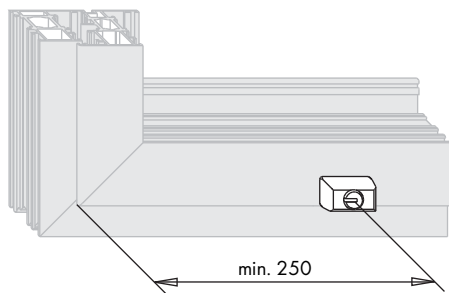
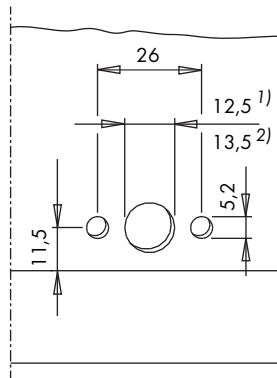
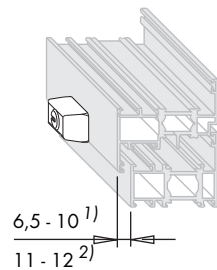

Bild 1
Bild 2 (Bohrbild Dreh Sperre LM)
Bild 3
- Flügel** Dreh Sperre LM (1) in vorgesehene Bohrung $\varnothing 12,5^{1)}$ ($\varnothing 13,5^{2)}$ (Bild 1) positionieren und mit Zylinderschrauben (2) befestigen (Drehmoment $2,5 \pm 0,25$ Nm).
- A** Schließteil (3) mit vormontierten Gewindestiften (mittig zur Dreh Sperre LM (3) im Rahmen befestigen.
- B** Bei einer Überschlaghöhe von 6,5 bis 7,5 mm Distanzstück (4) von unten in die vorgesehene Nut des Schließteiles (3) einlegen.
Vorbereitung: boren voor de draaiblokkering LM (1) volgens de maten (afbeelding 1 en 2) in de vleugel aanbrengen.
Vleugel: draaiblokkering LM (1) in de boring Ø 12,5 mm (1) (Ø 13,5 mm (2)) plaatsen (afbeelding 1) en met de cilinderschroeven (2) vastzetten (aanhaalmoment $2,5 \pm 0,25$ Nm).
Afbeelding 1: plaats op de vleugel, minimaal 250 mm uit de hoek. Afbeelding 2: boorpatroon draaiblokkering LM. Afbeelding 3: overslaghoogte 6,5–10 mm (1) / 11–12 mm (2).